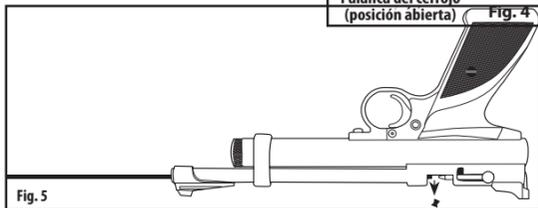

Fig. 5
- Con el cerrojo en posición abierta, introduzca una baqueta (se vende por separado) por el extremo de la boca del cañón y empuje suavemente el perdigón atorado hasta el puerto de carga de perdigones (delante del cerrojo) (Fig. 5).